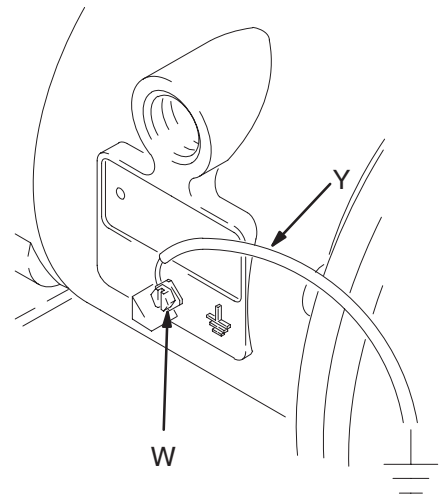

Fig. 1
Le polypropylène et le PVDF ne sont **pas** conducteurs. Le raccordement du fil de terre sur la borne de terre n'assure que la mise à la terre du moteur pneumatique. Lors du pompage de produits conducteurs inflammables, **toujours** s'assurer que tout le circuit de produit est bien raccordé à une véritable terre. Voir fig. 1.
- *Pompe*: Brancher un fil et une pince de terre et comme indiqué à la fig. 1. Desserrer la vis de terre (W). Introduire l'extrémité d'un fil de terre (Y) d'au moins $1,5 \text{ mm}^2$ derrière la vis et bien serrer celle-ci. Raccorder la pince d'extrémité du fil de terre à une véritable terre. Commander la réf. 237569, câble et pince de mise à la terre.